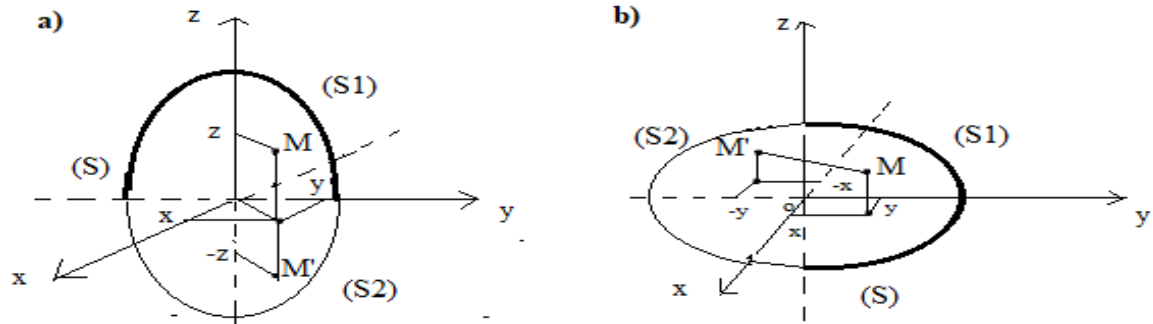

Figure III.17
➤ **(O, x, y) un plan de symétrie :** Soit un solide (S) appartenant au repère R (O, x, y, z), ou la répartition de masse de (S) en haut(S1) par rapport au plan (O, x, y) est la même répartition en bas de ce plan (S2) voir Figure III.17.a
M'(-x, -y, z), voir Figure III.17.b